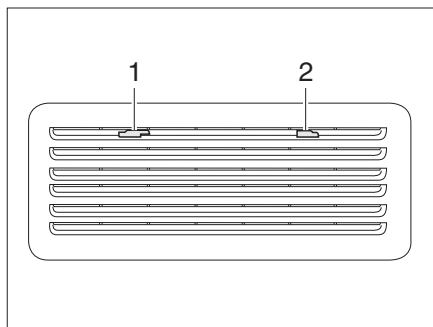
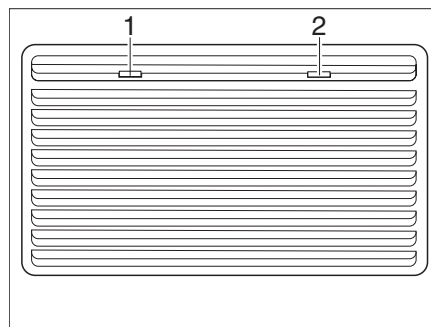

Fig. 129 Rejilla de ventilación del frigorífico (Thetford pequeña)
Fig. 130 Rejilla de ventilación del frigorífico (Thetford grande)
- Empujar los bloqueos (Fig. 129,1 y 2 ó Fig. 130,1 y 2) al centro.